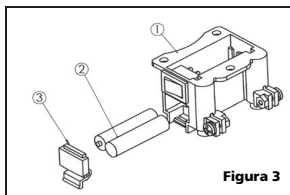

Figura 3
3. Retire la tapa del compartimiento de las pilas (3) e introduzca dos pilas tamaño "AAA" (2), según la dirección que se indica en la Figura 3.